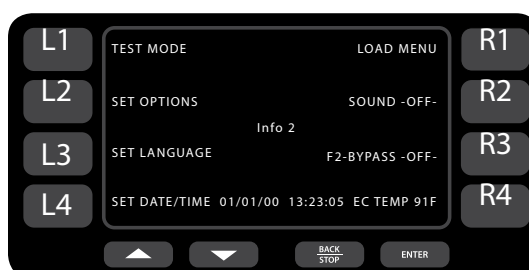

Figura 13: Info Mode (Modalità Info) schermo 2
Dallo schermo 2 della Info Mode (Modalità Info) (Figura 13) è possibile:
Dallo schermo 2 della Info Mode (Modalità Info) (Figura 13), premere il Tasto Funzione L3 per scorrere le varie opzioni di lingua disponibili. Ad ogni pressione del Tasto Funzione L3 viene selezionata una diversa lingua, nell'ordine che segue: Inglese (default), Spagnolo, Francese, Tedesco, Portoghese, Italiano, Russo, Greco, Polacco.
Dallo schermo 2 della Info Mode (Modalità Info) (Figura 13, pagina 11), premere il Tasto Funzione L2 per accedere alla schermata delle opzioni programmate (Figura 14).
Dallo schermo 2 della Info Mode (Modalità Info) (Figura 13, pagina 11), premere il Tasto Funzione L4 per accedere alla schermata Set Date/Time (Impostazioni Data e Ora) (Figura 15). Da questa schermata è possibile impostare l'ora effettiva, la funzione “auto-on” e quella “auto-off”.
1. Passare allo schermo 2 della modalità Info (Figura 13, pagina 11).